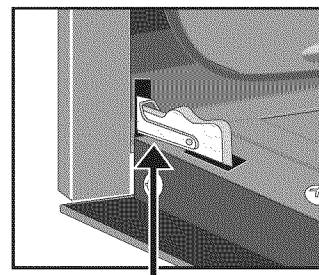

Figura 4
⚠ ADVERTENCIA (Si su electrodoméstico está equipado con un conductor neutro blanco.) Este electrodoméstico está fabricado con un suministro eléctrico neutro blanco y un alambre de cobre conectado al armazón. El armazón está puesto a tierra por un enlace de la conexión a tierra con la conexión del neutro al final de la línea eléctrica, si es usado en los estados unidos una nueva instalación de circuito de bifurcación (1996 NEC), casa rodante, vehículos recreacionales, o donde los códigos locales no permitan poner a tierra mediante el neutro (blanco) o en Canadá, desconectar la conexión blanca de la verde y utilizar la conexión a tierra para poner a tierra la unidad de acuerdo a los códigos locales, conectar el neutro al circuito de bifurcación- conductor neutro de manera usual. Ver Figura 4. Si su electrodoméstico va a ser conectado a una caja de conexión puesta a tierra de 3 cables (en los estados unidos solamente), donde los códigos locales permitan conectar el conductor de poner a tierra-electrodoméstico con el neutro (blanco) ver Figura 3.
Si el horno se usa en una instalación de circuito de ramal nuevo (1996 NEC), en una casa rodante, en un vehículo para recreación o si los códigos locales NO permiten la conexión a tierra a través del cable neutral (blanco), el armazón del electrodoméstico NO TIENE QUE estar conectado al alambre neutro del sistema eléctrico de 4 alambres (ver Figura 4):
3. En el caja de juntas: conectar el aparato y los cables residenciales como se muestra en la Figura 4.
1. Abra completamente la puerta del horno (dejándola horizontal en relación con el piso – vea la Figura 4).